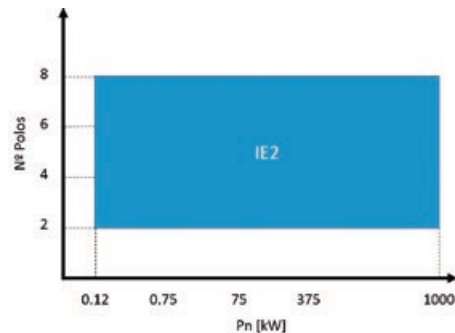

Figura 5. Etapa 2 do Regulamento (UE) 2019/1781: motores 'Ex eb' e motores monofásicos.
- › Motores monofásicos: $P_n \geq 0.12 \text{ kW}$. Ver Figura 5.